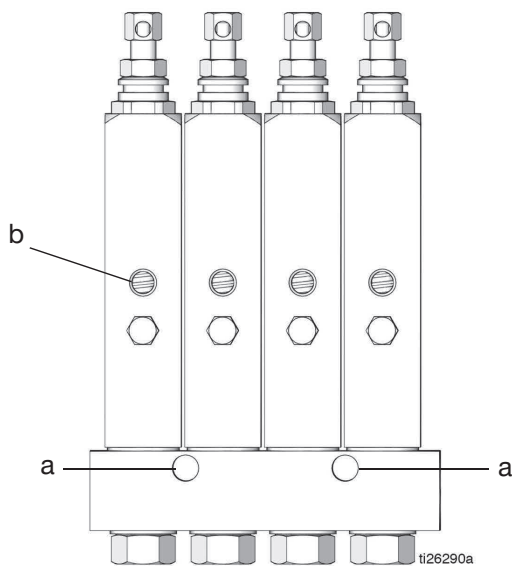

FIG. 1 : Modèle d'injecteur GL-1 X illustré
Les lettres utilisées dans les instructions suivantes se réfèrent à la FIG. 1.
3. Installez les injecteurs sur une surface dure et plane à l'aide des trous (a) (FIG. 1) dans le collecteur.